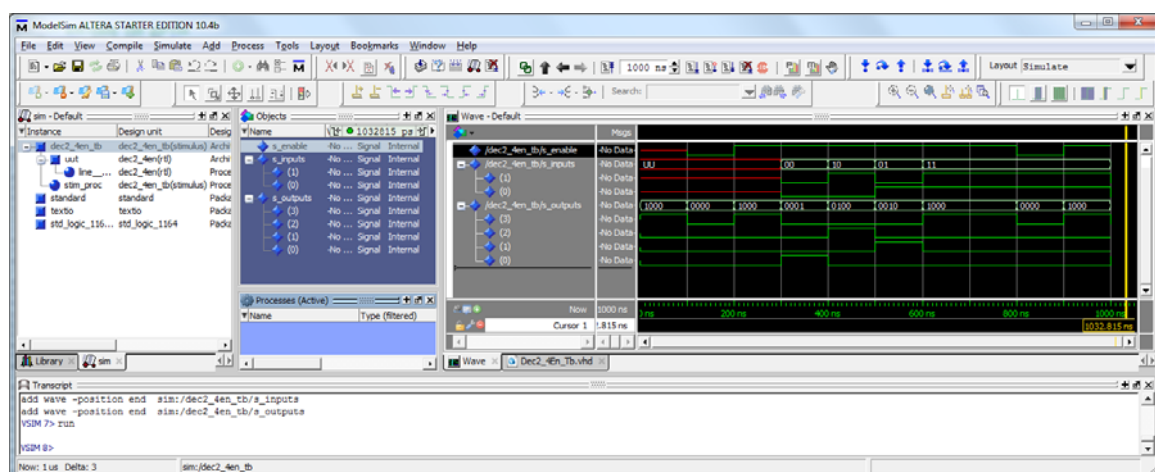

Figura 8 – Resultados de simulação do descodificador binário de 2→4 com *enable* “Dec2\_4En.vhd” com a *testbench* “Dec2\_4En\_Tb.vhd”.
11. Execute a simulação, especificando previamente o tempo pretendido (e.g. 1000 ns tal como ilustrado na Figura 8) e premindo “Run”. A janela “Wave” deve ser atualizada à medida que a simulação progride. Analise os resultados e no final feche a aplicação “ModelSim Intel FPGA Starter Edition” e de seguida o projeto.